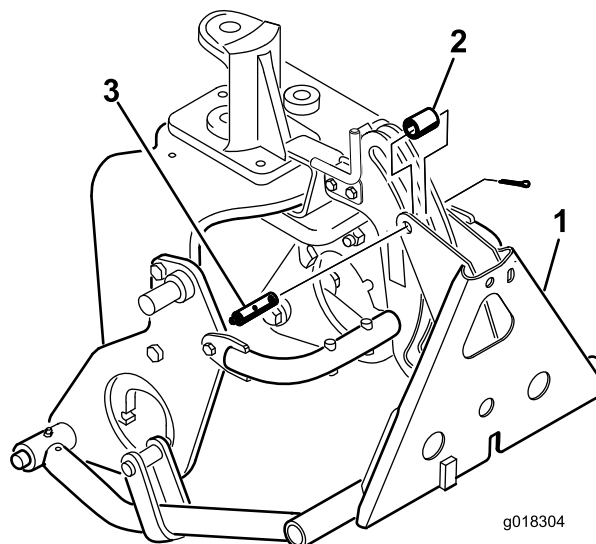

Figura 10
8. Fixe o adaptador do chassis à estrutura do engate com um tubo, pino de segurança e contrapino (Figura 10).